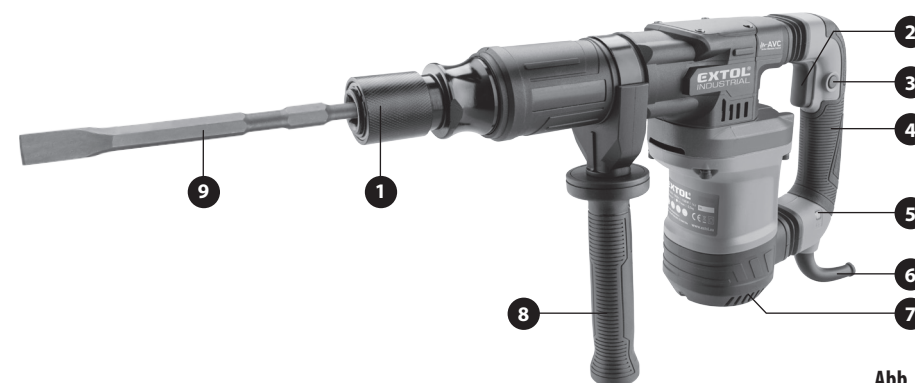

Abb. 1
### Beschreibung Abb. 1
2. Schließen Sie den Stecker des Netzkabels an die Steckdose der Stromversorgung an. Die Versorgungsspannung des Meißelhammers wird durch das Aufleuchten der LED signalisiert (Abb.1, Position 5).
3. Schalten Sie das Werkzeug durch Drücken des Betriebsschalters (Abb.1, Position 2) ein.
- Bei längeren Arbeiten (Dauerbetrieb) kann der Betriebsschalter durch Drücken des Verriegelungsknopfes in gedrückter Position gesichert werden (Abb. 1, Position 3).